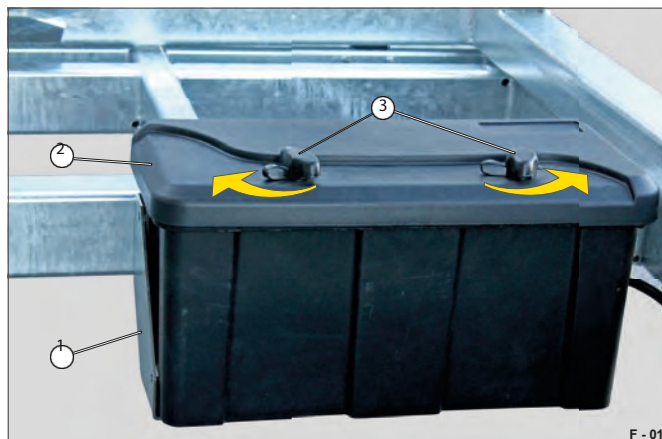

Fig. 12 Verktöglåda stängd
- Dra av kåporna (Fig. 12/2) från vridspärrarna med låscylinder (Fig. ).13/1